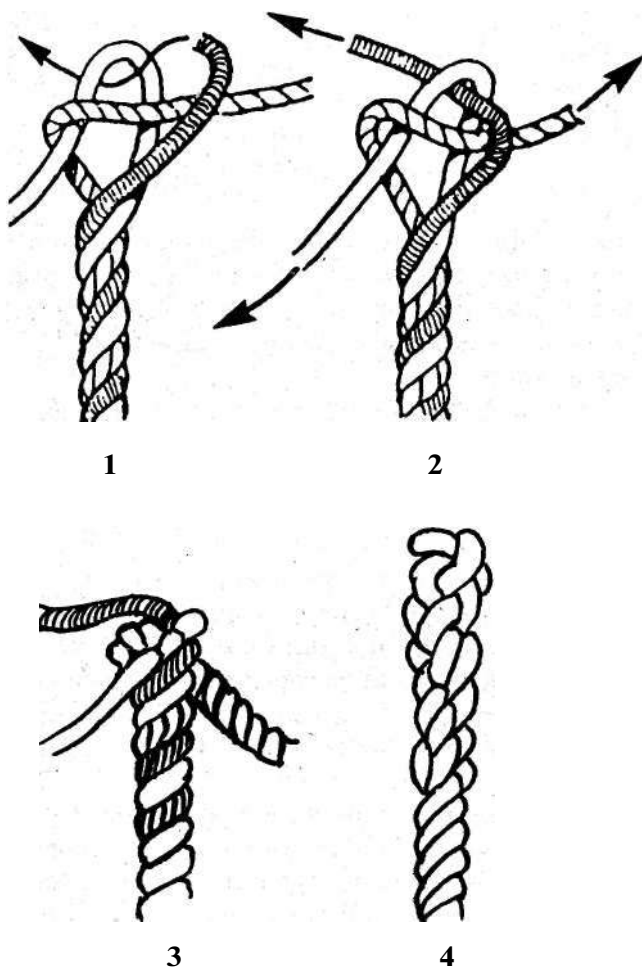

Рис. 100. Кноп-репка
*Кноп-репка* — цилиндрический кноп, заменяющий марку. Выполняется он следующим образом: распущенные пряди троса складывают крестом **рис. 100** и пробивают в трос 2-4 раза, каждый раз обтягивая их.